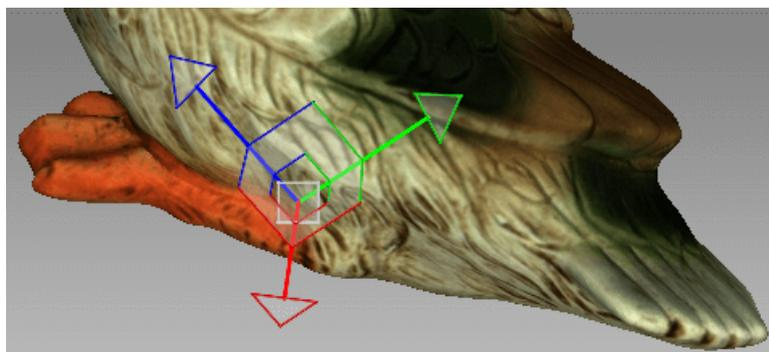

Abbildung 100: Verschiebungs-Kontrolle
- Das Objekt im Fenster *3D-Ansicht* durch Ziehen der entsprechenden Kontrolle frei bewegen (siehe Abb. 100):